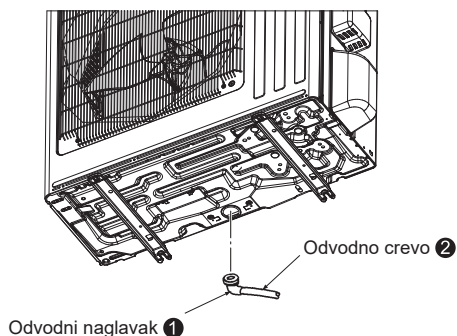

Fig. 4-1
4. Odvodne cevi za spoljnu jedinicu (Fig. 4-1)